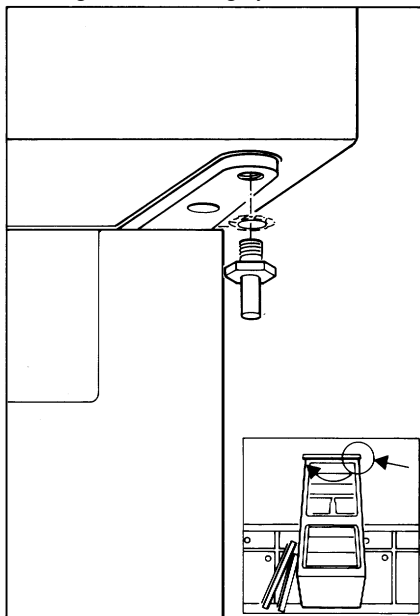

Fig. 8
- ☐ Draai de stift van het bovenscharnier los en monteer haar aan de linkerkant (**Fig. 8**). Vergeet de sluitringetjes niet.